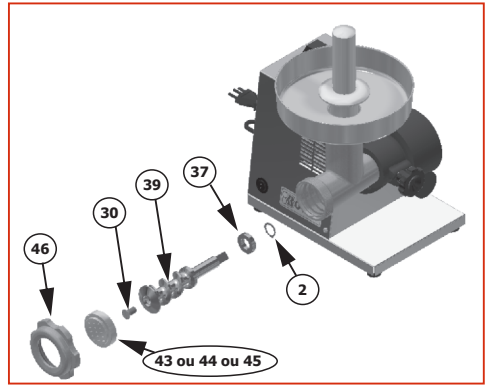

Figura 5
- Encaixe o corpo da boca (6) no redutor (42) e aperte o manipulô 3/8" x 1.1/2" (28).
- Após, coloque dentro do bocal (6) o caracol B05 (39) com o parafuso (30) e o rolamento (37) fixado com o anel elástico (2).
- Em seguida insira a Trafila escolhida (43 ou 44 ou 45) e fixe-o com o volante (46), conforme *figura 5*.